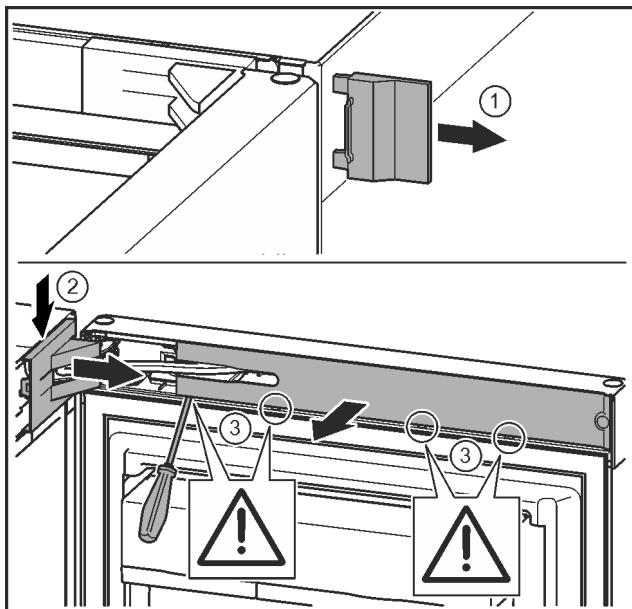

Fig. 12
- Зніміть зовнішню кришку. Fig. 12 (1)
- Звільніть і ослабте кришку опорного кронштейна. Зніміть кришку опорного кронштейна. Fig. 12 (2)
- За допомогою шліцевої викрутки звільніть від фіксатора та поверніть убік накладку. Fig. 12 (3)